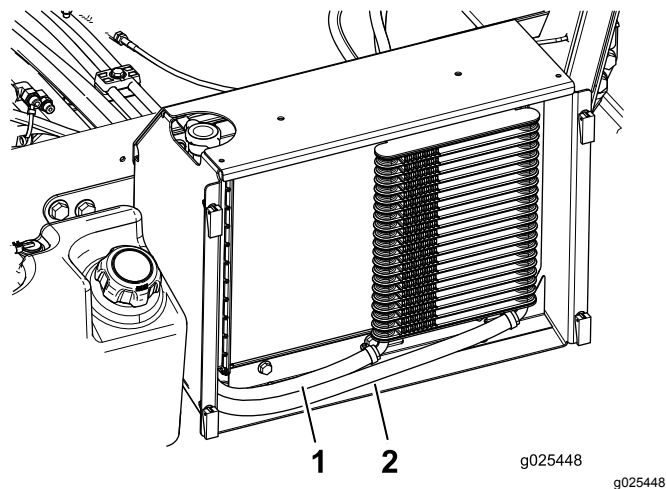

Figure 18
7. Branchez les longs flexibles au refroidisseur, comme montré à la Figure 18.